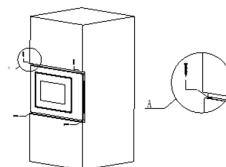

Fig 4
4. За допомогою гвинтів з комплекту деталей закріпіть мікрохвильову піч у шафі. (Рис. 4)